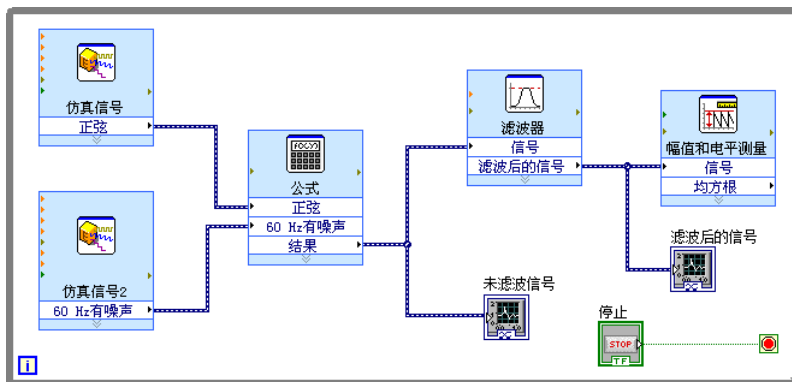

图 3-3 分析 VI 的程序框图
11. 选择**文件** » **保存**。分析 VI 的程序框图如图 3-3 所示。